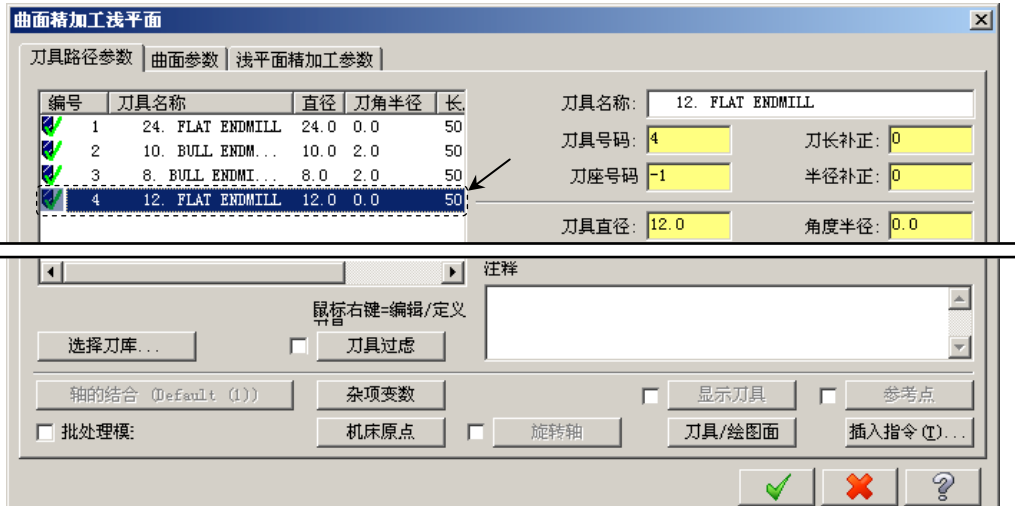

图 3.23 “选择刀具”对话框
(3) 单击“刀具路径的曲面选取”对话框中的 按钮，系统弹出“曲面精加工平行铣削”对话框。
Step3. 选择刀具。在“曲面精加工浅平面”对话框中，取消选中 **刀具过虑** 复选框，选取图 3.23 所示的刀具。